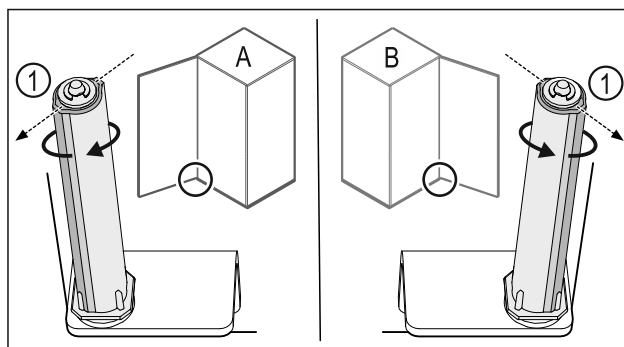

Fig. 32 Levý doraz (A) / pravý doraz (B)
- ▶ Otáčejte uzávěracím systémem proti odporu, dokud nebude lamela uzávěracího systému Fig. 32 (1) ukazovat směrem ven.